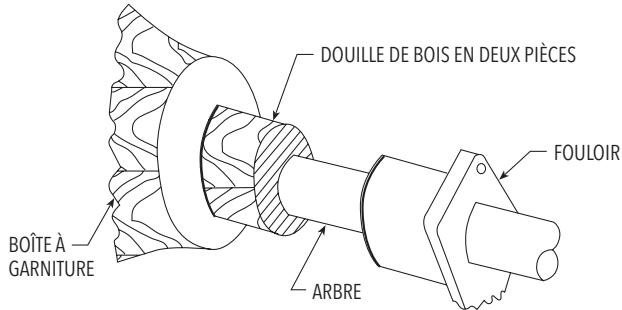

Figure 14
4. On pose les éléments de garniture dans l'ordre suivant: deux anneaux de garniture, deux pièces de lanterne d'arrosage, trois anneaux de garniture. Placer le joint de chaque anneau à 90° par rapport à celui de l'anneau précédent. Introduire et pousser chaque élément séparément et à fond. Pour ce faire, il est recommandé d'employer une douille de bois en deux parties (fig. 14), enfoncée à l'aide du fouloir. S'assurer que la lanterne d'arrosage est bien en face de l'orifice d'admission du liquide de rinçage. Les anneaux de garniture supplémentaires servent de rechanges.